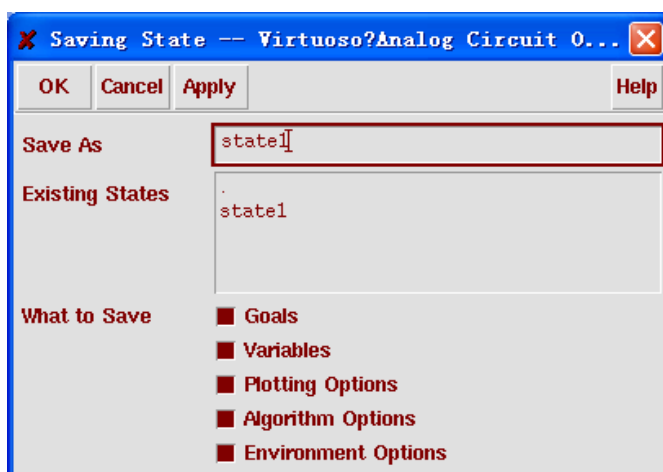

图 11.33 “save”窗口
- 1) 选择 Session→Save State, 然后“Saving State”窗口弹出, 如图 11.33 所示